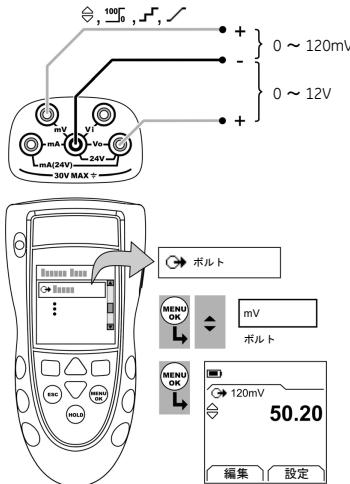

図2：構成例-mV またはボルトを供給します。
1. 本計器を接続し(図 2)、必要に応じて セットアップ(表 1)を行います。